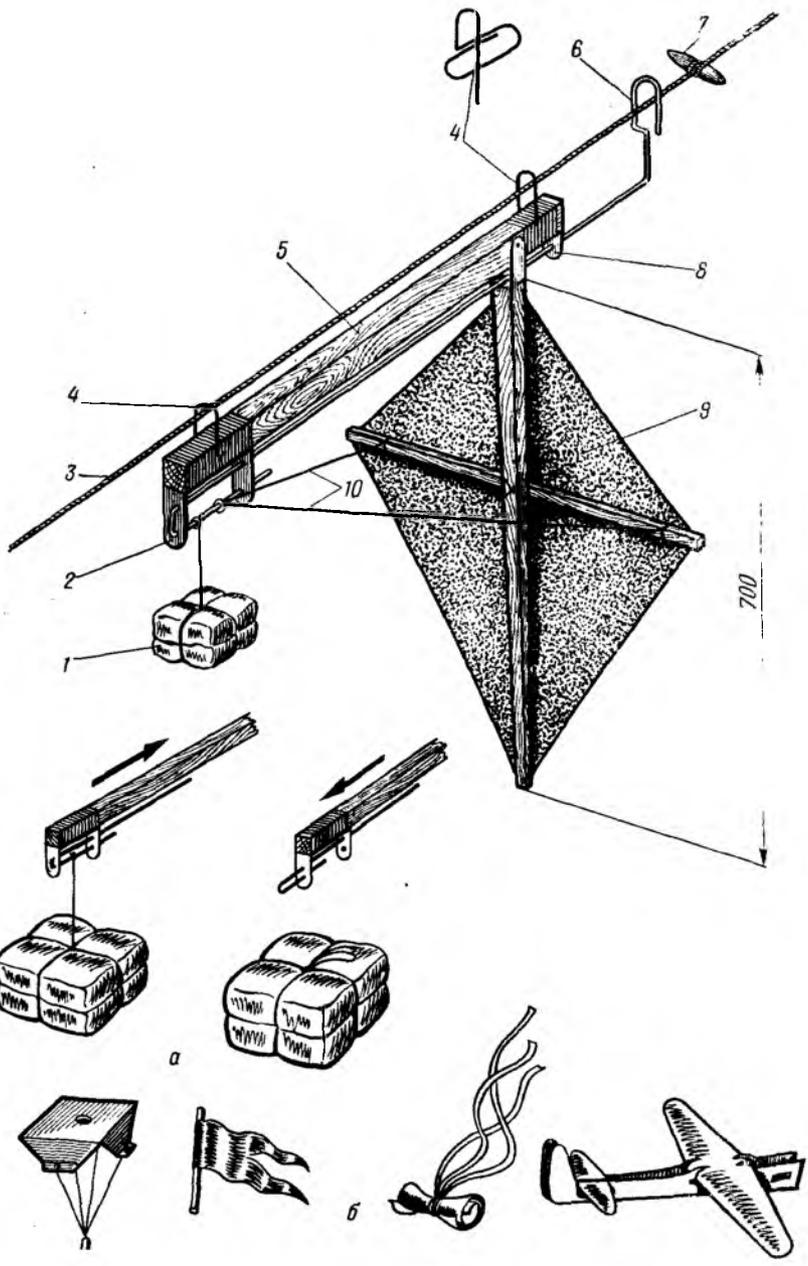

Рис. 8. Парусная тележка:
**Парусная тележка** (рис. 8) состоит из основания, ударника, замка и паруса. Основание — сосновая рейка длиной 150 мм и сечением 10×8 мм. На одном